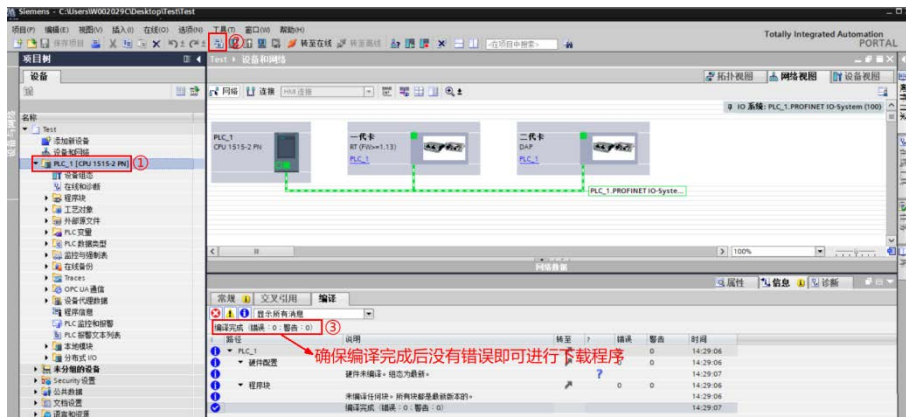

图 3.11 编译
- 7) PLC 项目组态后需进行编译检查是否有错误，在工具菜单栏点击【编译】按钮，完成编译，注意要没有编译错误，如图 3.11 所示。